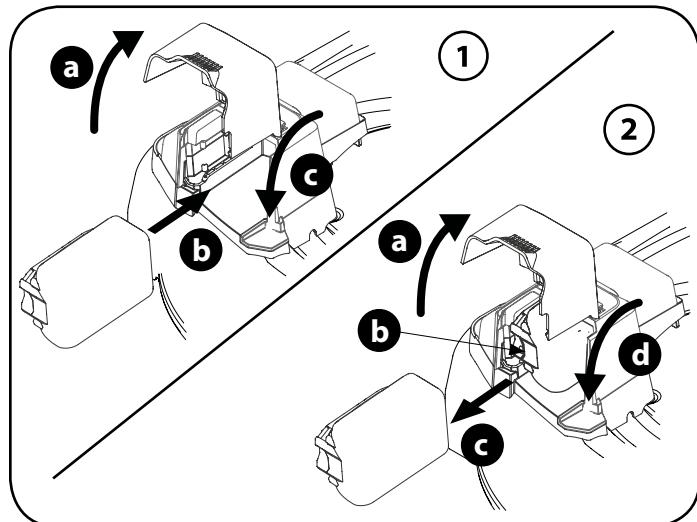
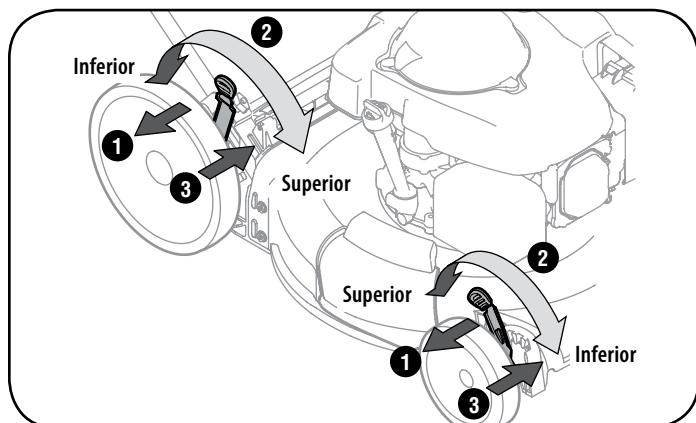

Figura 12
Figura 13
- Para instalar el paquete de baterías realice lo siguiente. Vea la Figura 12.
- Para retirar la batería realice lo siguiente. Vea la Figura 12.
La rueda de ajuste está ubicada en el alojamiento de la manija de control de transmisión y se utiliza para ajustar o aflojar la correa de transmisión. Deberá ajustar el control de transmisión si la podadora no se autopropulsa con el control de transmisión enganchado o si las ruedas de la podadora vacilan con el control de transmisión enganchado. Si ocurre alguna de estas condiciones, rote la rueda de ajuste en sentido de las agujas del reloj para ajustar el cable o en sentido contrario a las agujas del reloj para aflojar el cable. Vea la Figura 12 o Figura 13.